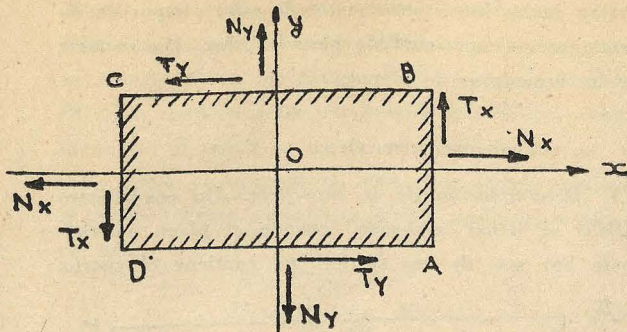

FIG. 3.
4. Fig. 3: *Equilibrio de un rectángulo.*—El rectángulo ABCD está contenido en el entorno superficial de O. Como en el caso anterior, se consideran sus lados como bordes de separación de la restante superficie, y se desprecian las fuerzas superficiales por ser infinitésimos de segundo orden. Se tiene